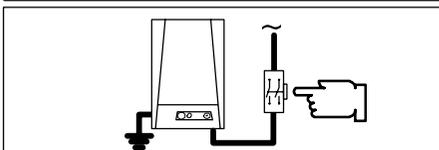

fig. 3.1
- in prossimità della caldaia deve essere installato un interruttore onnipolare con una distanza di apertura dei contatti di almeno 3 mm (fig. 3.1). Per i collegamenti elettrici consultare la sez. 3.7 di questo capitolo.